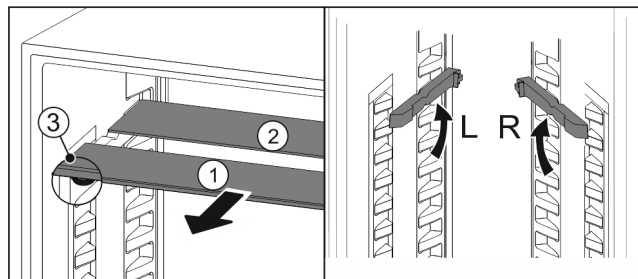

Fig. 97
- ▶ Retire las placas de cristal individualmente hacia delante Fig. 97 (1).
- ▷ La placa de vidrio Fig. 97 (1) con moldura está situada delante.
- ▷ Los topes Fig. 97 (3) miran hacia abajo.